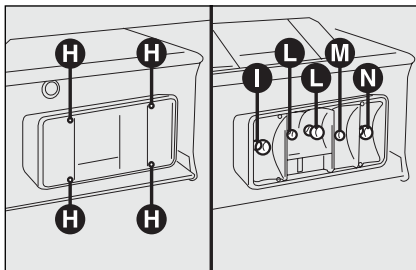

fig. 30a
- draai de vier schroeven **H**-fig. 30a los en vervang de lampen: